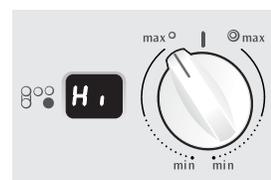
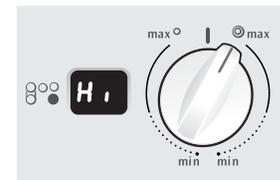

Figure 5
Figure 6
La table de cuisson possède un élément radiant double situé à l'avant à droite (Fig. 8). La dimension des graduations sur le panneau de commande indique quelle zone de l'élément double fonctionne. Les graduations à **petits caractères** indiquent que seul la zone interne de l'élément fonctionne (Fig. 5 & 7). Les graduations à **gros caractères** indiquent que les deux zones de l'élément double fonctionnent (Fig. 6 & 8). Vous pouvez passer d'une zone à l'autre à tout moment durant la cuisson.
2. Poussez et tournez le bouton de commande vers les graduations à petits caractères pour faire fonctionner la zone interne de l'élément double (Fig. 5) et en direction des graduations à gros caractères pour faire fonctionner l'élément double au complet (Fig. 6).